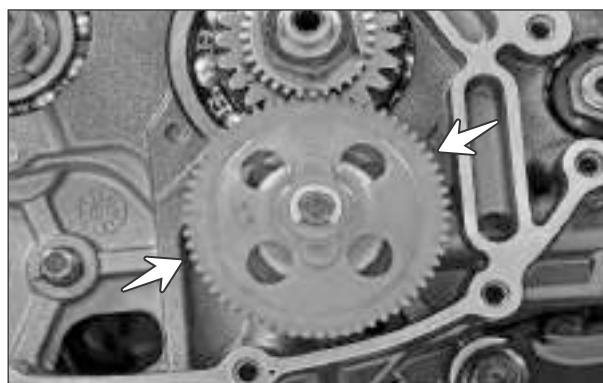

Fig. 4.29
- El aceite conjunto de bomba está montado en la derecha cárter lateral, justo debajo de la unidad principal de engranajes. (Fig. 4.29)